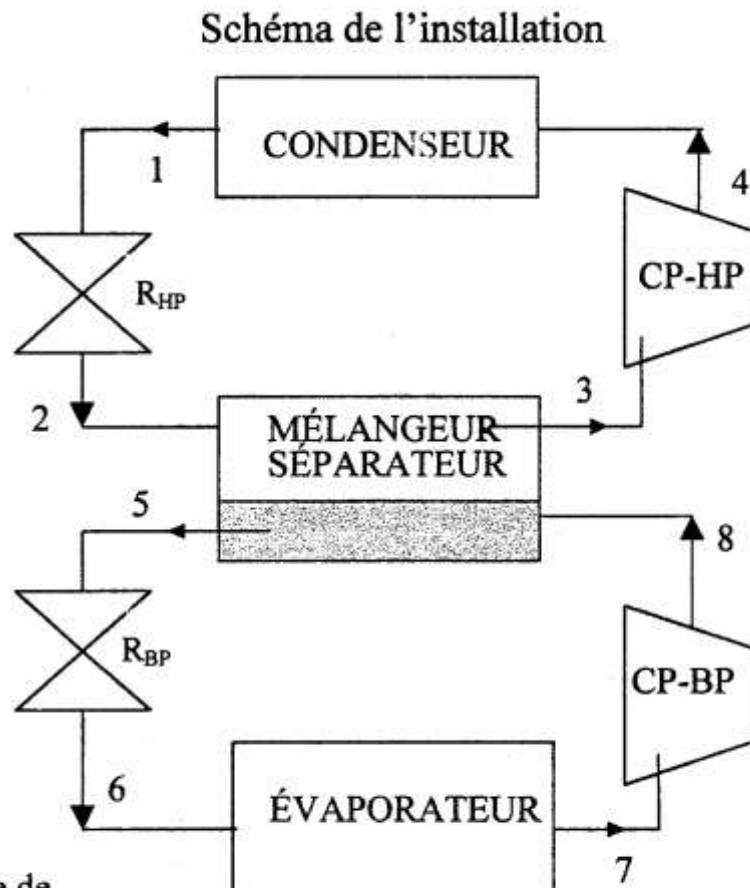

Figure 1 : cycle de réfrigération à 2 étages
**On revient maintenant à l'installation dont le schéma a été donné à la figure 1, ci-dessus.**
Le point 1' est identique au point 1 de la figure 1. De même 7' est identique au point 7 du cycle précédent. Les éléments du cycle : compresseur CP, évaporateur, condenseur, et robinet de laminage R, ont les mêmes comportements que précédemment.